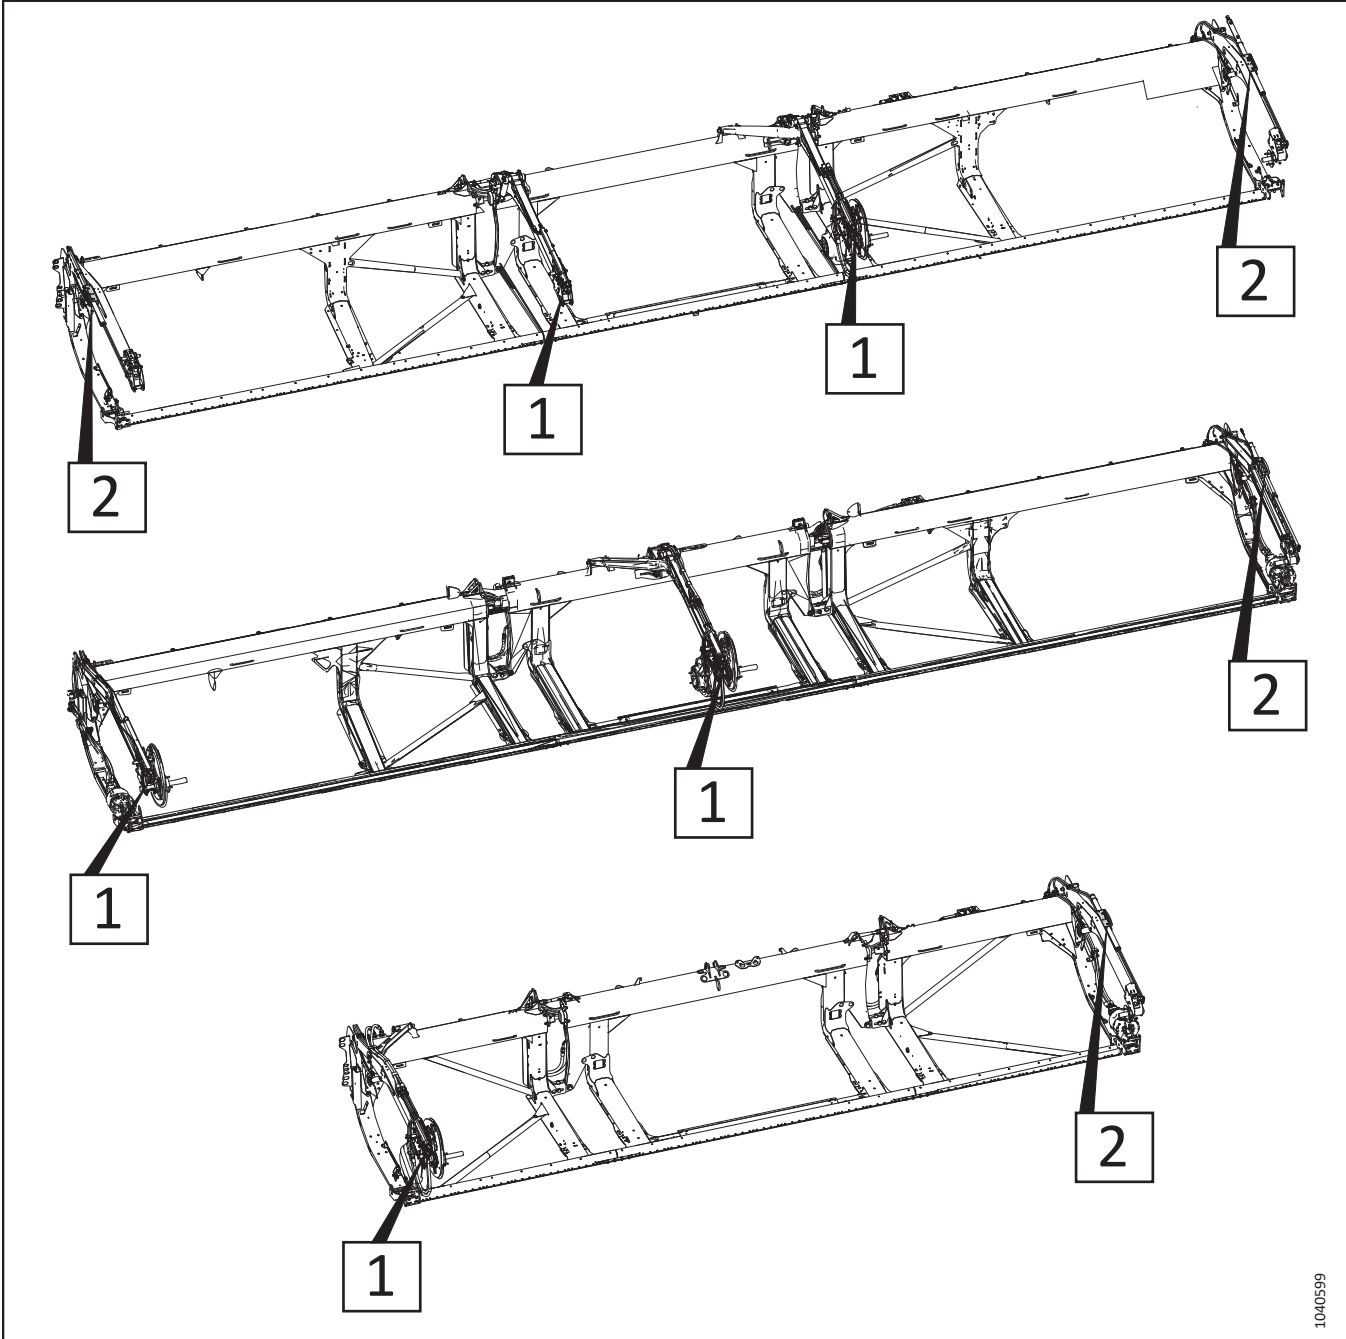

Рисунок 3.211: Регульовані циліндри поздовжнього положення — довідкові номери процедури
5. Див. рисунок 3.211, стор. 182, щоб визначити процедури регулювання циліндра поздовжнього положення мотовила для вашого типу жатки. Номер на рисунку стосується однієї з наведених нижче процедур: